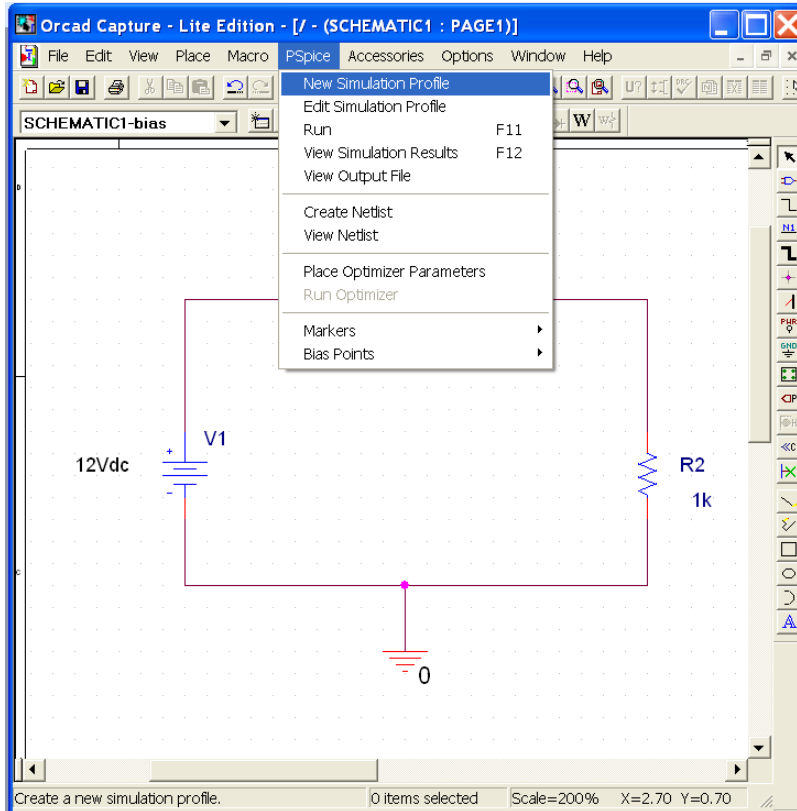

图 10. 建立 Simulation Profile
1) PSpice→New Simulation Profile (图 10).